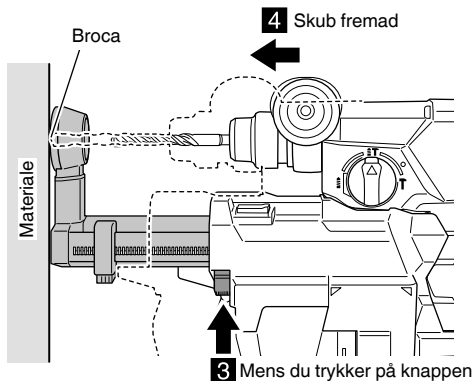

Fig. 6
- (3) Mens du trykker på knappen til mundstykkejustering i pilens retning, skal du trykke værktøjet mod materialet, for at forkorte mundstykkets afstand indtil det når positionen, hvor borespidsen kommer i kontakt med materialet (Fig. 6).